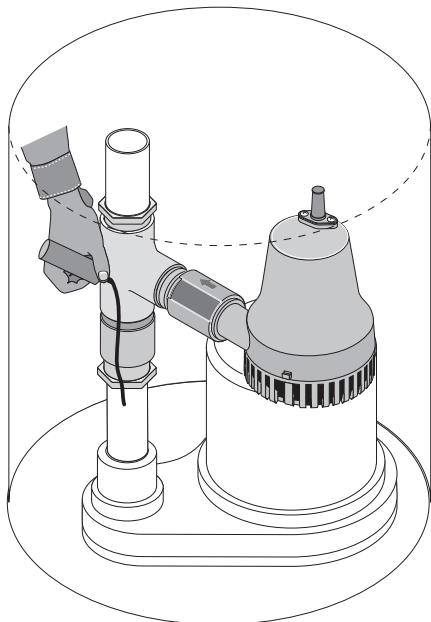

Figure 3 : Repérer les raccords pour les coller
9. Étudier l'ensemble dans le puisard, puis l'ajuster de façon que rien ne gêne le fonctionnement de la pompe primaire ni celui de son interrupteur. Repérer les raccordements avec un marqueur permanent de façon à pouvoir réaligner l'ensemble après l'avoir sorti du puisard pour le coller (voir Figure 3).